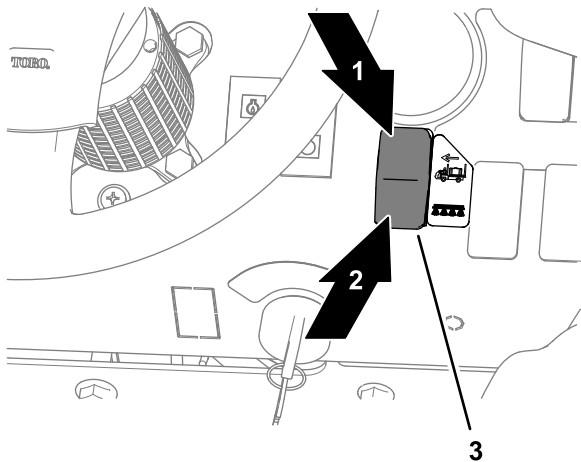

Figure 146
8. Sur le tableau de bord de la machine, placez le commutateur activation/transport à la position MODE ACTIVATION (Figure 146).